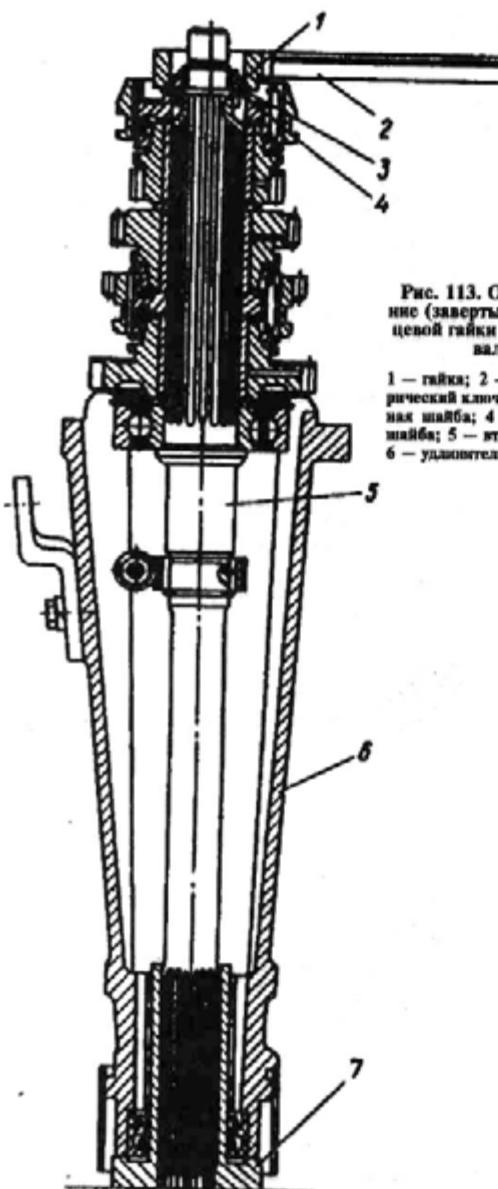

Рис. 113. Отвертывание (завертывание) концевой гайки вторичного вала:
— установите вторичный вал 5 (рис. 113) задним концом в закрепленный стакан 7 и отверните концевую гайку 1, предварительно разогнув стопорную шайбу 3;
7. Перед затяжкой концевой гайки 1 (см. рис. 113) вторичного вала обратите внимание на то, чтобы фиксирующие выступы стопорной шайбы 3 прошли через пазы пружинной шайбы 4 и разместились в пазах вторичного вала. Пружинная шайба должна быть ориентирована таким образом, чтобы ее периферийная выштамповка легла на торец ступицы. Гайку затягивайте динамометрическим ключом 2 (момент затяжки 30–40 Н·м (3–4 кгс·м)). Затяжку производите в два приема: предварительно — моментом около 100 Н·м (10 кгс·м), после чего, отпустив гайку, окончательно — моментом, указанным выше. Вторичный вал 5 размещают при этом в неподвижно закрепленном шлицеванном стакане 7.